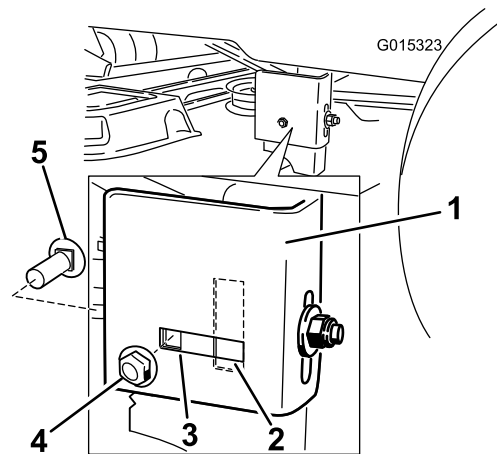

Figura 61
- Mueva al lado izquierdo de la máquina. Retire el perno de cuello cuadrado lateral y la tuerca de bloqueo de la posición fija, e instáloslos en la posición ranurada trasera (Figura 61).